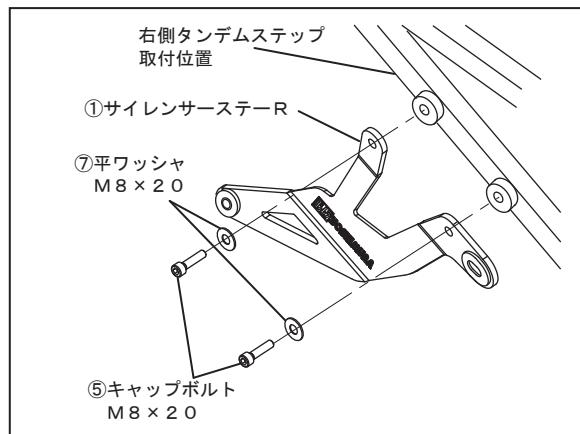

FIG. 3
- 車両右側のタンデムステップ取り付け位置に、⑦平ワッシャM8×20と⑤キャップボルトM8×20を使用して、①サイレンサーステーRを規定トルクで締め付けて下さい。 (FIG. 3 参照)